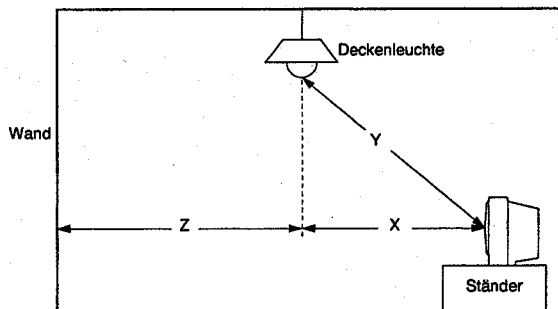

Abb. 1
4. Die Entfernungen X, Y und Z wie in Abb. 1 gezeigt ausmessen und den Lichteinfall (L) auf die Gerätefront nach folgender Methode errechnen.